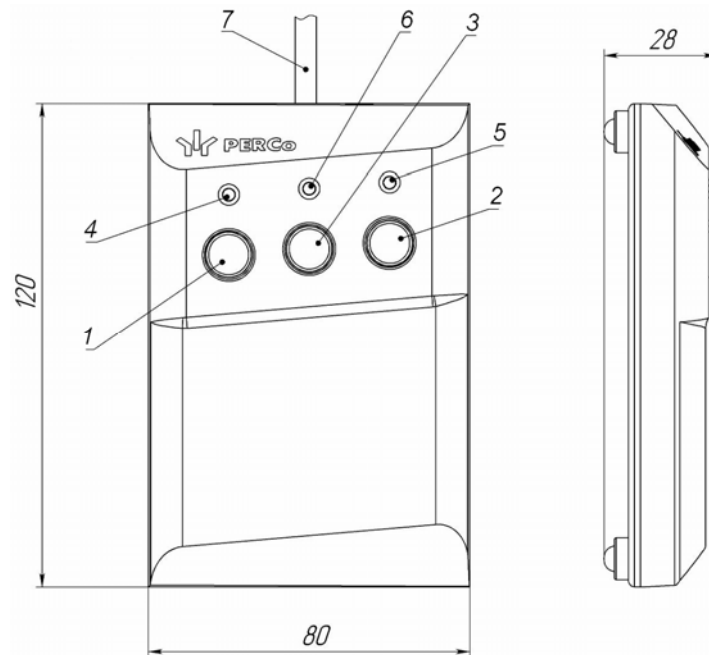

Рисунок 7. Общий вид и габаритные размеры ПДУ
ПДУ (17) выполнен в виде небольшого настольного прибора в корпусе из ударопрочного АБС пластика. ПДУ предназначен для подачи команд оператором при ручном режиме управления турникетом. Общий вид ПДУ показан на рис. 7.